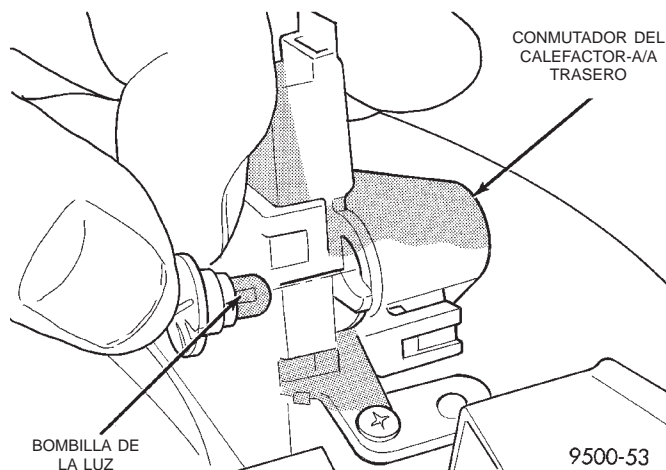

Fig. 56 Bombilla de la luz de conmutador del
- (2) Retire el marco de la radio y control de HVAC. Consulte el procedimiento en Desmontaje e instalación del marco de la radio y control de HVAC, en esta sección.
- (3) Gire el portalámparas un cuarto de vuelta hacia la izquierda (Fig. 56).
- (4) Extraiga el portalámparas del conmutador.